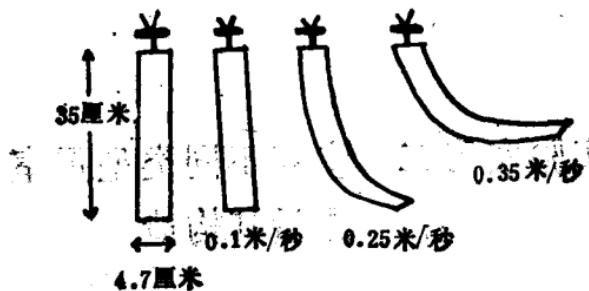

图1 测风纸飘动示意
(1) 方法 将宽4.7厘米、长35厘米的薄白纸4—5条, 用线把它吊挂起来, 做成测风纸, 挂在要测定风速的地方。观察测风纸的飘动情况, 如测风纸只微微飘动, 风速为每秒0.08—0.1米; 经常飘动为每秒0.16—0.18米; 飘动到达水平程度为每秒0.25米; 飘动超过水平, 每秒0.35米(图1)。
(2) 注意事项 纸条测风法可与“卡他”温度表测风法一块做, 以便对照比较两种测法的误差程度。另外, 可用变换电扇的风速大小, 放置不同距离和方向来测定, 验证其